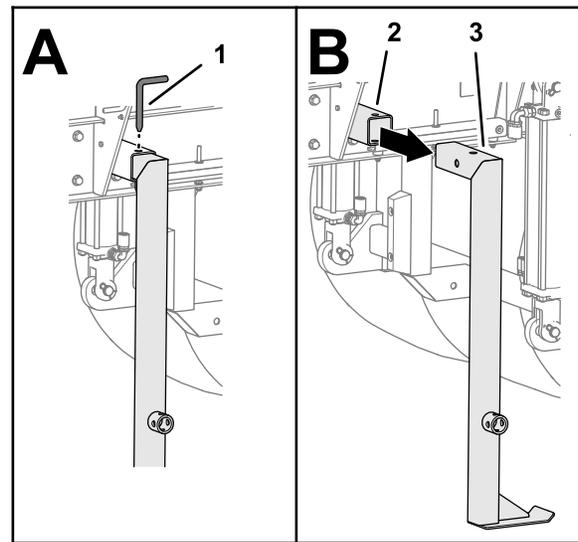

Figura 25
4. Retire el pasador de la pata de apoyo trasera y retire la pata de apoyo del tubo de la pata (Figura 25).